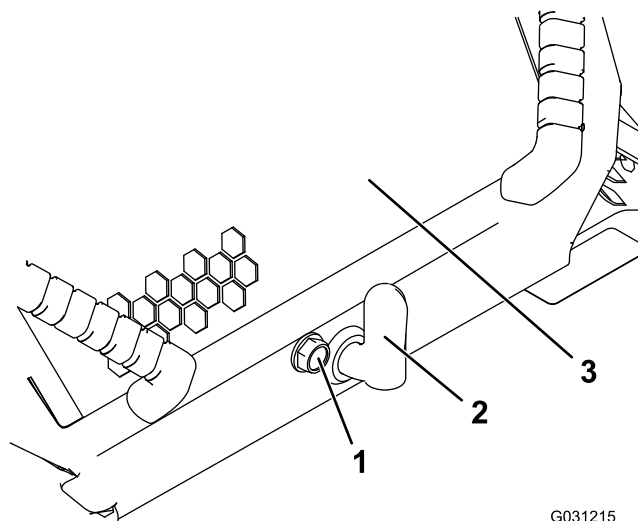

Figura 32
1. Slăbiți urubul de blocare a capotei (Figura 32)
2. Rotiți clichetul capotei în sensul acelor de ceasornic (Figura 32).
3. Ridicați de mână și deschideți capota (Figura 32).
3. Strângeți urubul de blocare a capotei pentru a fixa clichetul (Figura 32).